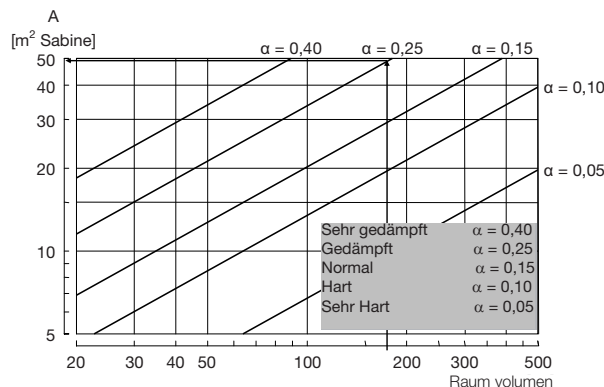
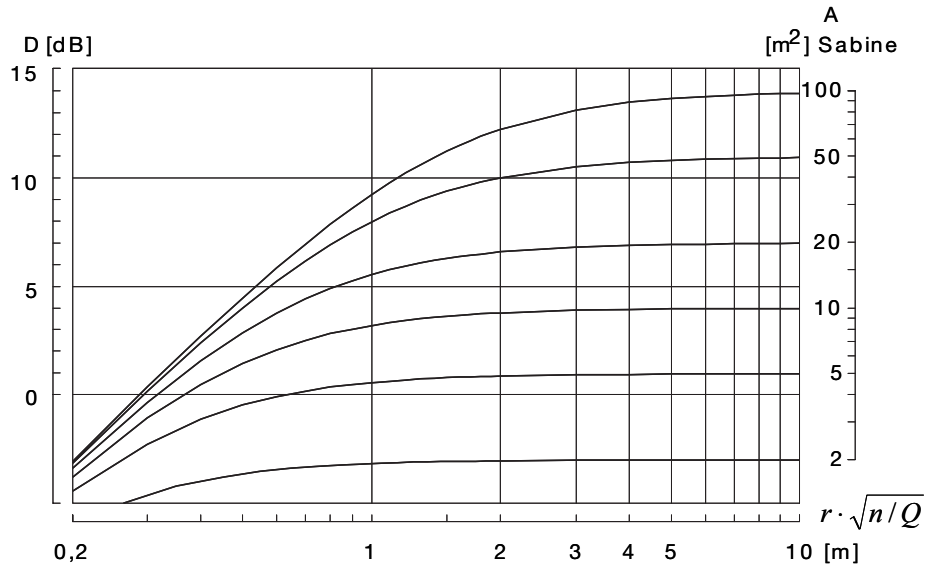

Abb. 14: Verhältnis zwischen dem Raumvolumen und der gleichwertigen Schallabsorptionsfläche.
Abbildung 16: Raumdämpfung als Funktion des Absorptionsbereichs und der Anzahl der Schallquellen.
Sind die Schallquellen und der Absorptionsbereich des Raumes bekannt, wird die Raumdämpfung durch Abbildung 14, Abbildung 15 und Abb. 16 bei einer oder mehreren identischen Schallquellen im Raum bestimmt.
In einem Raum mit den Abmessungen  $L \times B \times H = 10 \text{ m} \times 7 \text{ m} \times 2,5 \text{ m}$  sind vier Durchlässe in die Decke eingebaut. Jeder Durchlass gibt einen Schalleistungspegel von 29 dB(A) ab. Der Raum ist gedämpft, was einen Absorptionsbereich von  $A \sim 50 \text{ m}^2$  SABINE ergibt (Abbildung 14). Wie hoch ist der Schalldruckpegel 1,5 m über dem Boden.
In der Höhe von 1,5 m über dem Boden beträgt der Abstand zum nächsten Durchlass  $r = 1 \text{ m}$ , und daher kann für die Raumdämpfung  $D = 9 \text{ dB}$  ermittelt werden - siehe Abbildung 16.